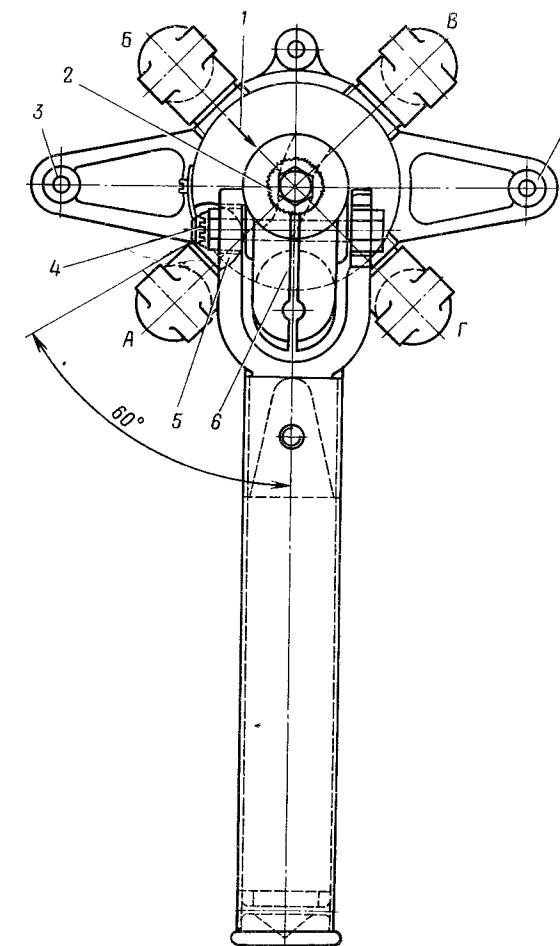

Рис. 37. Установка крана переключения насосов:
1. Заглушить пробками угольники *A* и *B* (рис. 37), отсоединив их от трубопроводов.
а) кран должен быть установлен на гидропанель вырезом *б* (рис. 37) на корпусе, направленном вниз. В этом случае метка *1* на корпусе крана направлена к угольнику *Б*, отводящему масло в основную гидросистему.